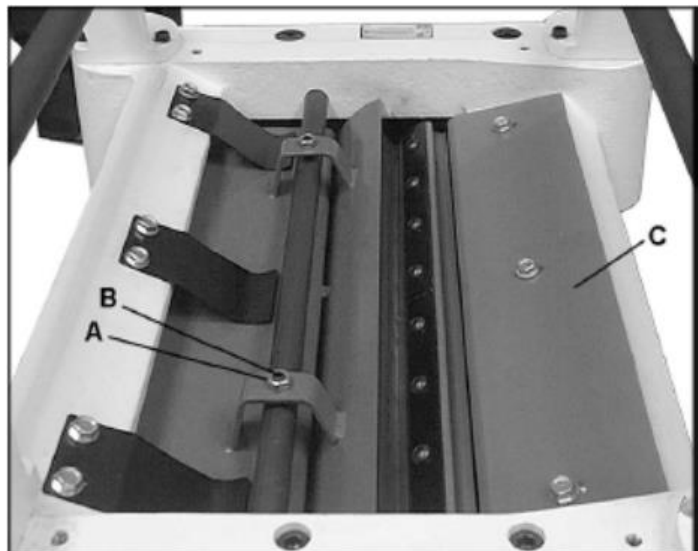

Рис. 28
2. Ослабить контргайки (А, рис. 28) на обоих концах стружколомателя и поворачивать установочные винты (В, рис. 28) для подъёма или опускания стружколомателя по мере необходимости. Установочные винты следует поворачивать одинаково.
3. При касании стружколомателя калибра затянуть обе контргайки (А, рис. 28).
Стружкоотражатель (С, рис. 28) предотвращает падение стружки в выводной ролик. Стружкоотражатель должен быть отрегулирован так, чтобы расстояние от кромки ножей составляло от 1,6 мм до 3,2 мм. Проверить, чтобы стружкоотражатель был ориентирован так, чтобы конус на его передней кромке совпадал с формой режущего вала.